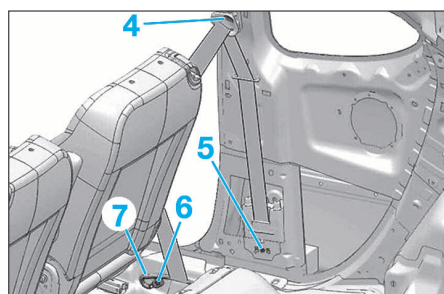

FIG. 16
- Déposer les garnitures (2) et (3).
- Déposer les vis (4), (5) et (6) (Fig.16).